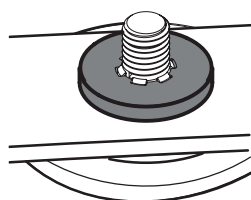

Figura 45
- Con cuidado coloque la arandela plana en el eje del husillo. Asegúrese de que las ranuras en la base de las roscas del eje de husillo se alinean con las ranuras de la arandela (Figura 45).